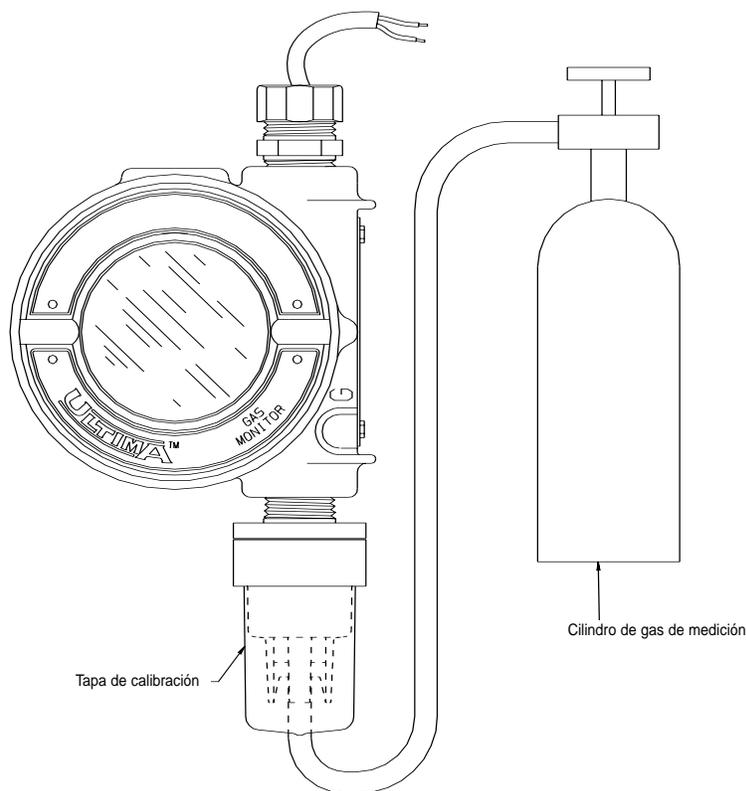

Figura 6. Configuraciones de la calibración
1. Conecte el cilindro de gas de medición y el tubo tal como se muestra en la FIGURA 6 cuando no esté usando el gas cero. **No encienda el controlador de flujo.** Espere dos minutos.